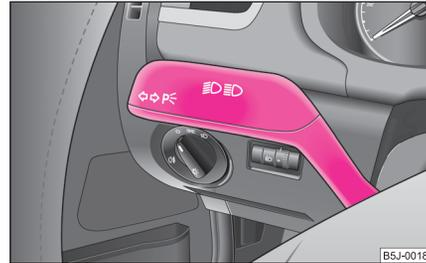

Abb. 36 Der Blinklicht-
- Drücken Sie den Fernlichthebel zum Einschalten des Fernlichts nach vorn  $\Rightarrow$  Seite 48, Abb. 36.
- Drücken Sie den Hebel nach oben bzw. nach unten ⇒ Abb. 36.